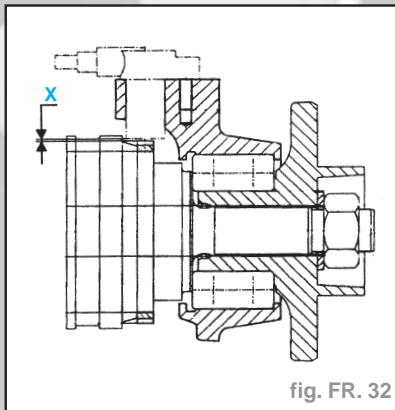

fig. FR. 32
- Capteur avant (fig. FR. 32) :